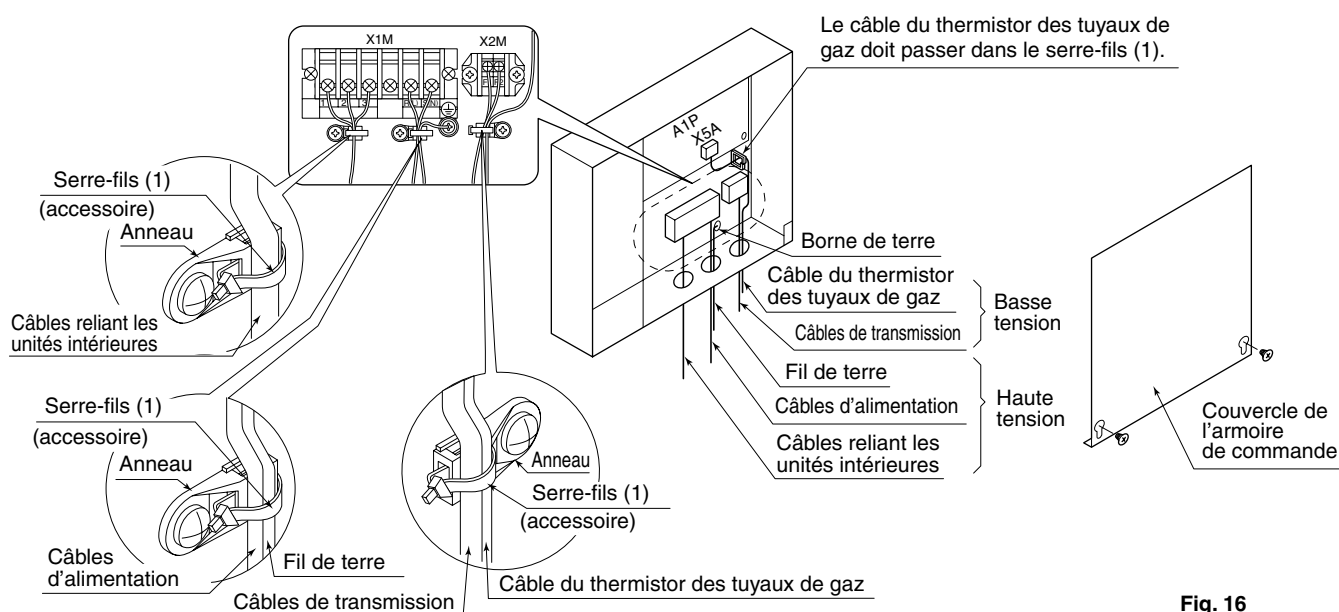

Fig. 16
- Comme indiqué sur la Fig. 16, desserrez les deux vis du couvercle du boîtier électrique, enlevez ce dernier et procédez au câblage.